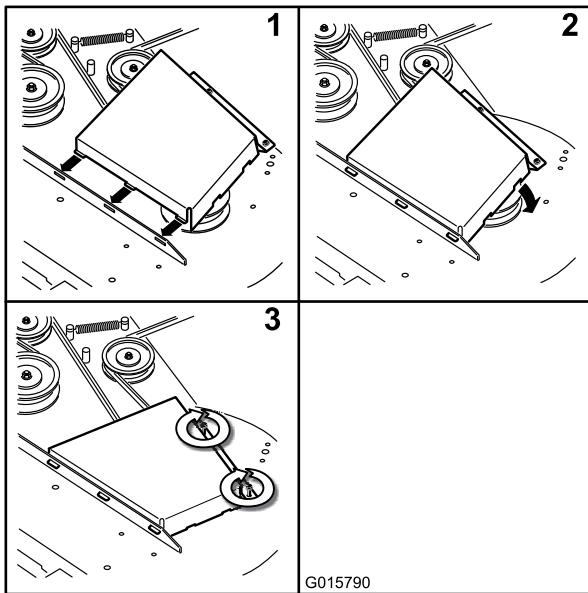

Figure 68
- Posez les couvercles de courroie (Figure 68).